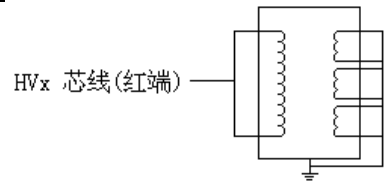
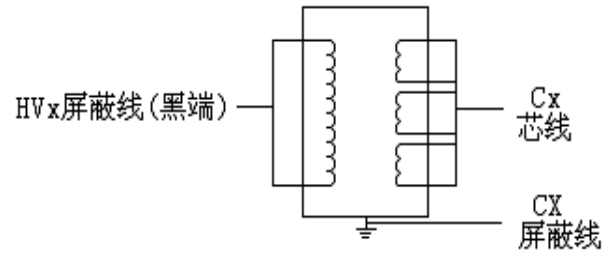

图10 CT接法
图9 CT接法
(1) 一次侧对二次侧（电磁式，没有末屏）
- A. 接线见图 9
(2) 一次侧对末屏（电容式，有末屏）
- A. 接线参考见图 9 Cx 芯线接末屏
(3) 一次侧对二次测及地
- A. 接线见图 10